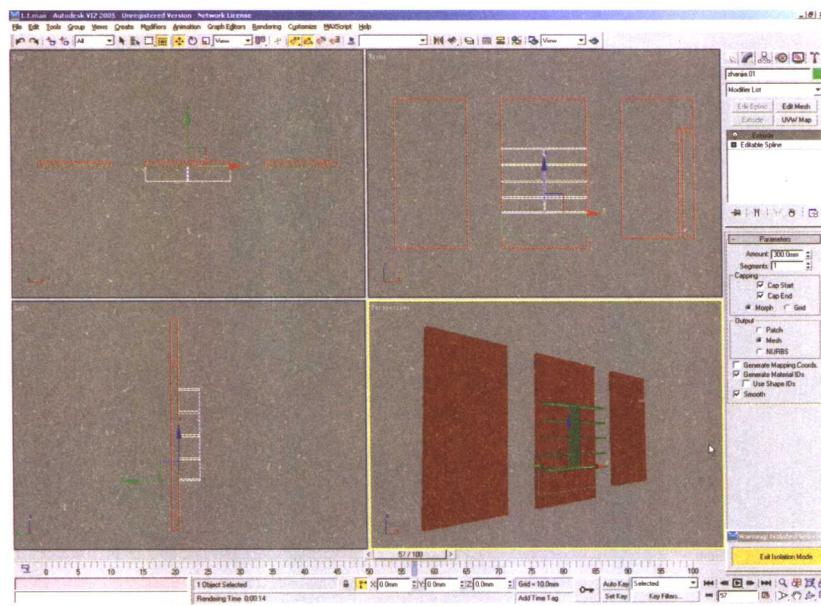

图 1-15 对 zhanjia.01 进行拉伸操作
(15)同样的方法,选择zhanjia.01线形,用Extrude命令进行拉伸,其参数如图1-15所示。